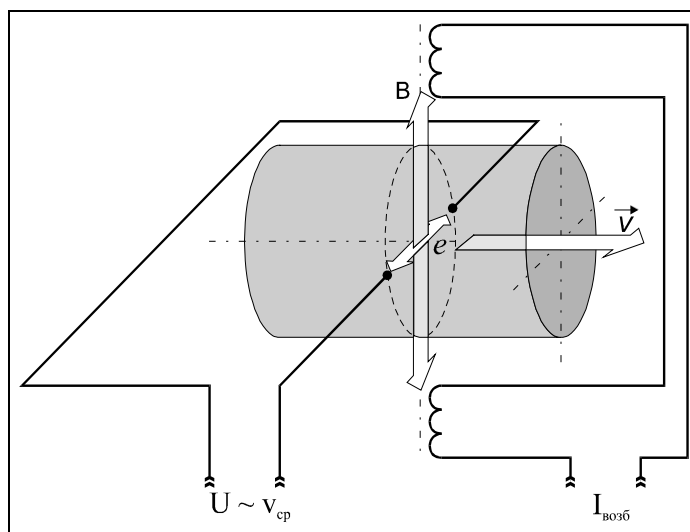

Рисунок 3 — Принцип работы электромагнитного первичного преобразователя (датчика) расхода
1.2.2.2 Принцип действия датчиков расхода РМ-5-Т основан на явлении электромагнитной индукции. При прохождении электропроводящей жидкости через магнитное поле в ней, как в движущемся проводнике, наводится электродвижущая сила (ЭДС), пропорциональная средней по сечению проточной части датчика скорости жидкости (рисунок 3). ЭДС снимается двумя электродами, расположенными диаметрально противоположно в одном поперечном сечении заподлицо с её внутренней поверхностью. Сигнал от электродов по экранированному кабелю подается на вход электронного блока, обеспечивающего его дальнейшую обработку.